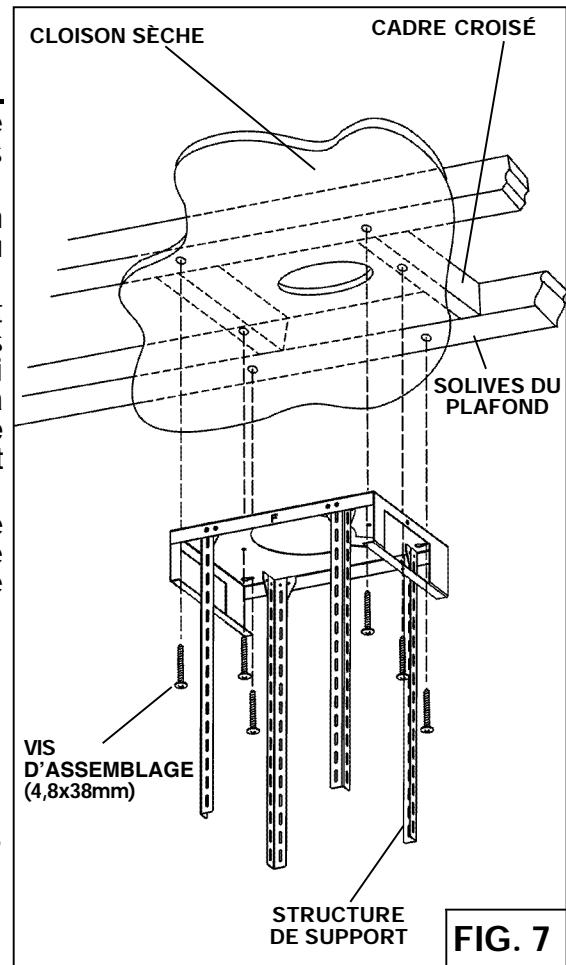

FIG. 7
- Réglez la hauteur totale de la structure de support en utilisant le tableau ci-dessus. Désserrez et resserrez les 4 vis dans les **fissures permettant de régler la hauteur** selon ce qui est nécessaire. Installez 12 vis (3.9x6mm) qui se trouvent à l'intérieur du sachet accessoires. (Fig.7). Assurez-vous que cet un min.4" chevauchement entre la partie supérieure et les jambes de la structure de support inférieurs.
- Fixez la structure de support aux solives et au cadre croisé au moyen des six (6) vis (4,8x38mm). Assurez-vous que les vis soient bien centrées dans les solives et dans le cadre croisé de sorte que le tout soit bien solide.